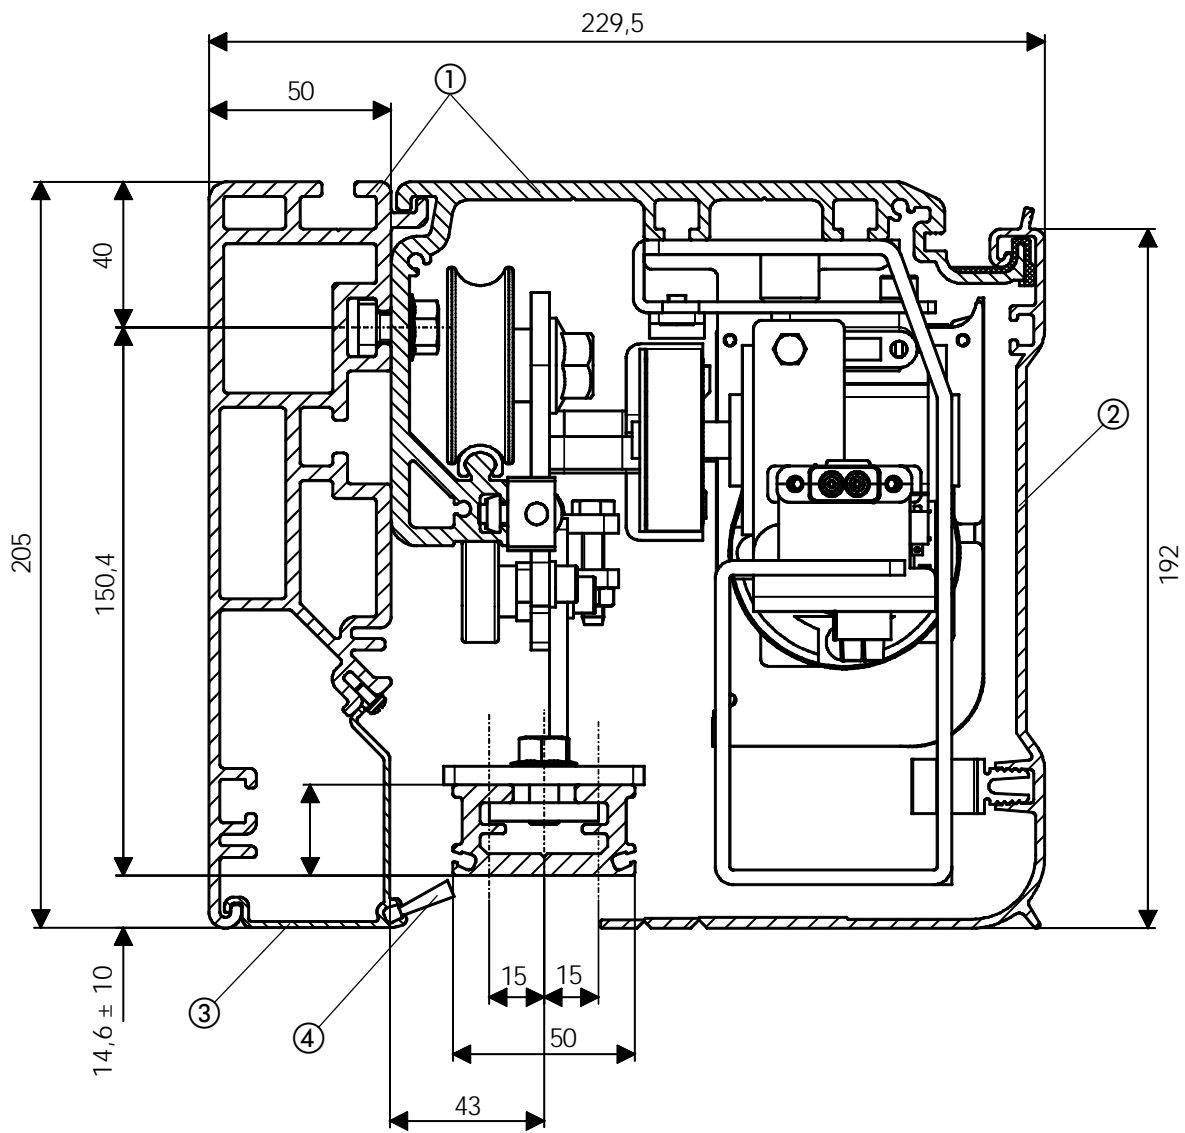

Fig. 3
Profilé SMA (fig. 3 réf. ①)
Profilé de fermeture pour poutre autoporteuse (fig. 3 réf. ③)